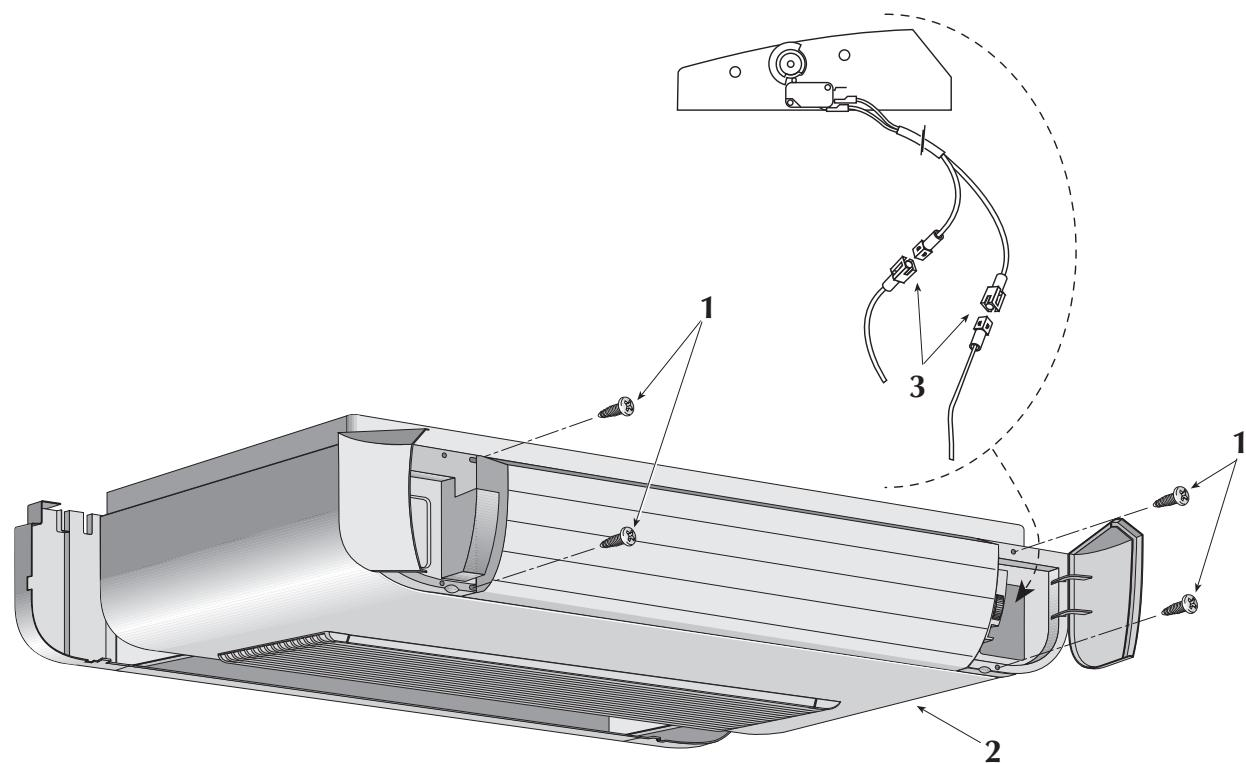

Fig. 1
per versione FCX - U togliere le quattro viti (1 fig. 1) che fissano il mantello al frutto e sfilare il mantello di copertura (2) avendo cura, nel caso delle grandezze da 17 a 50, di staccare i connettori elettrici (3) del microinterruttore consenso ventilatore.
pour version FCX - U retirer les quatre vis (1 fig. 1) fixant la carrosserie au châssis et dégager la carrosserie de couverture (2) en ayant soin, dans le cas des modèles de 17 à 50, de débrancher les connecteurs électriques (3) du micro-interrupteur de validation ventilateur.
Version FCX - U: remove the four screws (1 fig. 1) securing the housing shell to the contact block, then slide it off (2); in the case of sizes 17 to 50, carefully detach the electrical connectors (3) from the fan permissive microswitch.
für Version FCX - U die vier Fixierschrauben (1 Abb. 1) der Abdeckung an das Schaltelement abdrehen und vor Abnehmen der Verkleidung (2) bei Größen 17 bis 50 vorab die elektrischen Steckverbindungen (3) des Mikroschalters für die Ventilatorfreigabe trennen.